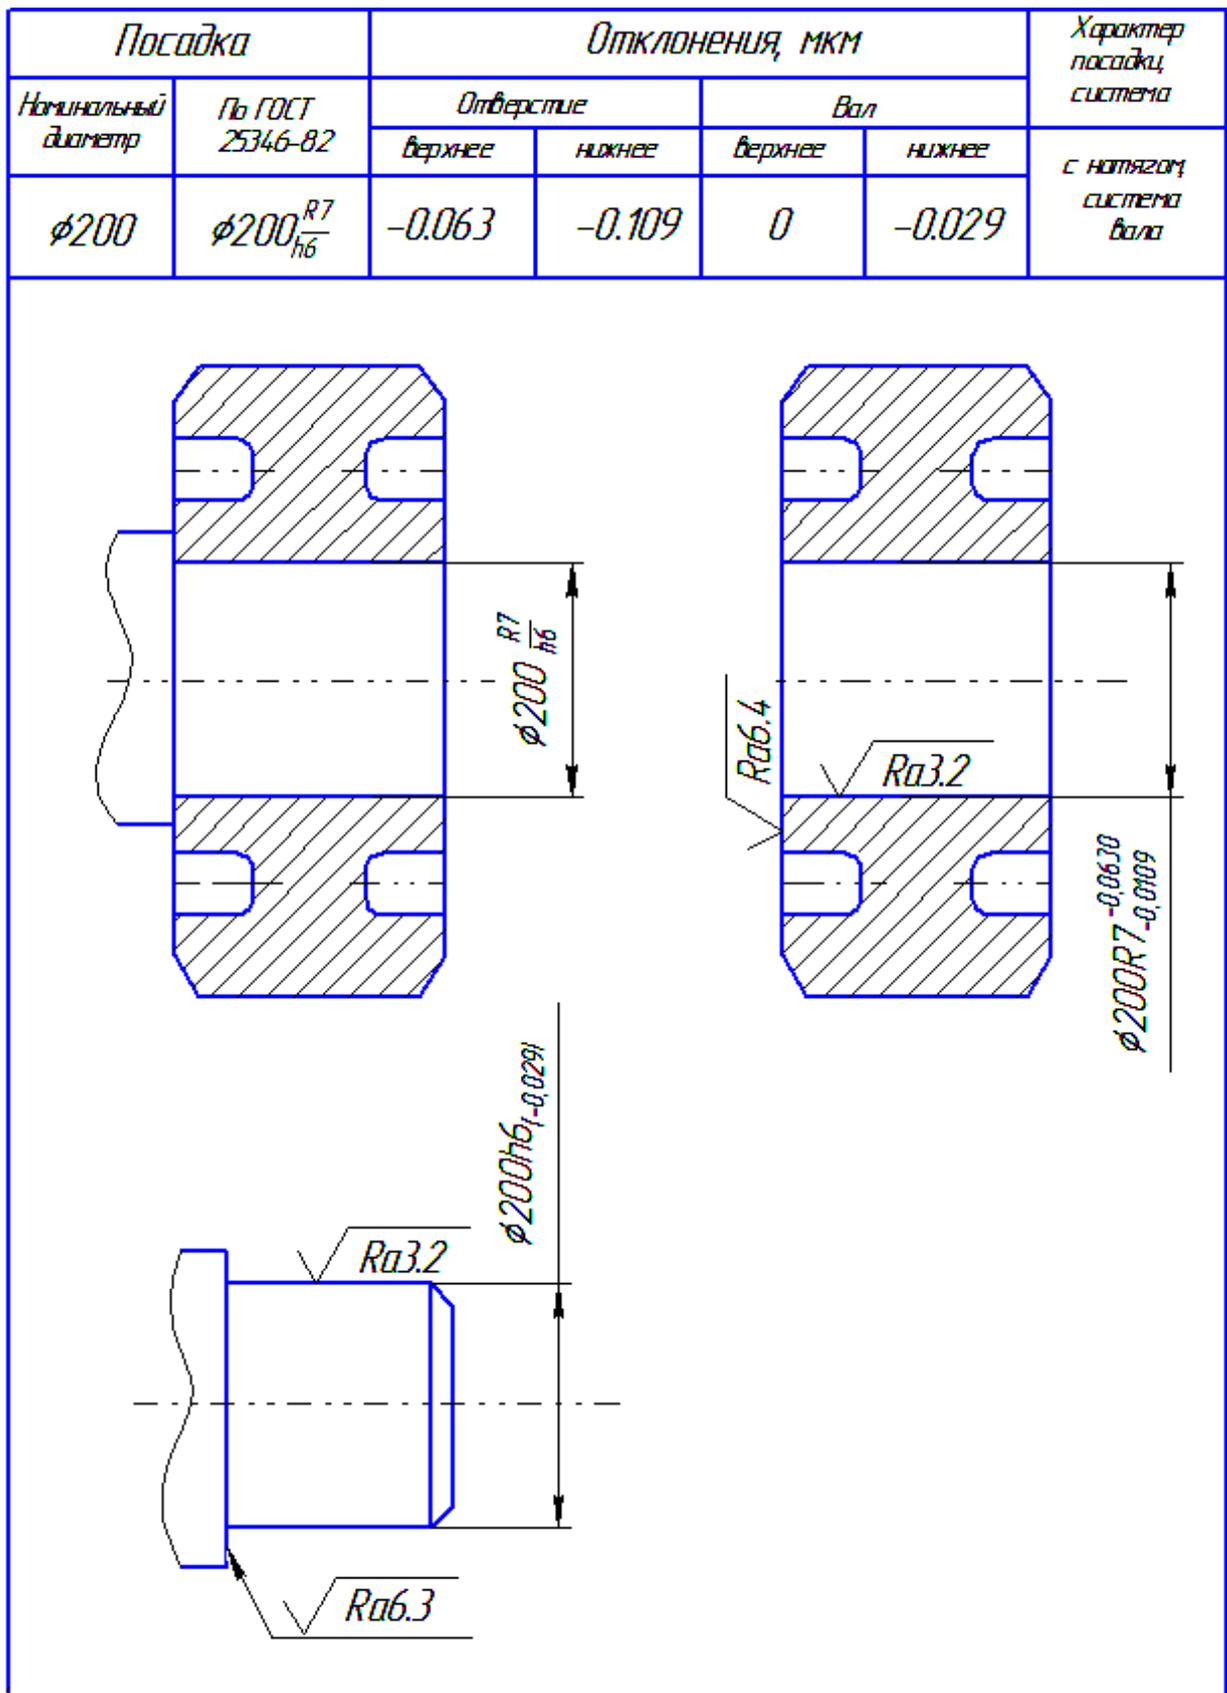

Рис.4. Шаблон чертежа посадки с натягом
9. Заполненный шаблон чертежа представлен на рис. 4.